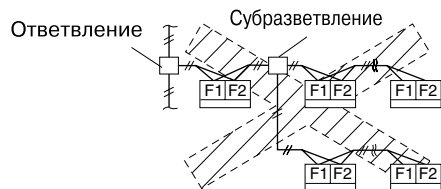

Рис. 15
4. В кабельной проводке между блоками допускается до 16 ответвлений. Ответвления после первого разветвления не допускаются. (См. рис. 15)